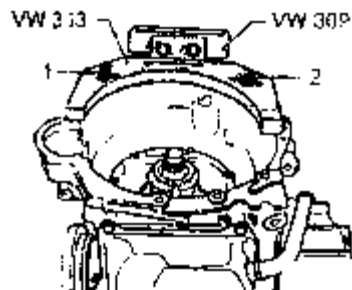

图 7-65 固定变速箱
- 2) 取出液力变矩器，用螺栓 1 和 2 把变速箱固定在总成支架上，如图 7-65 所示。